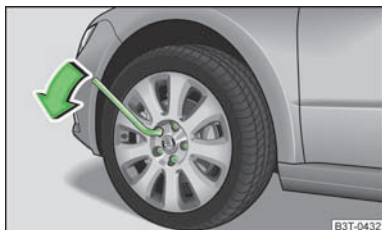

Fig. 176
- Saisissez l'extrémité de la clé et faites décrire au boulon un tour environ vers la gauche » fig. 176.